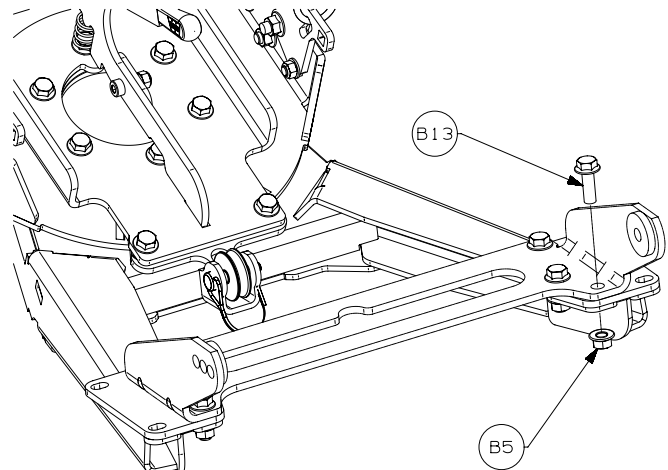

Abbildung 7
kit. Halten Sie den Befestigungsflansch an die Schubstange. Sichern Sie ihn mit Befestigern (B5, B13), wie in Abbildung 7 dargestellt. Ziehen Sie die Befestiger auf die angegebenen Drehmomente fest.
12. Installieren Sie die Umlenkrolle (A9) mit dem im Umlenkrollenkit enthaltenen Stift. Siehe Abbildung 7.